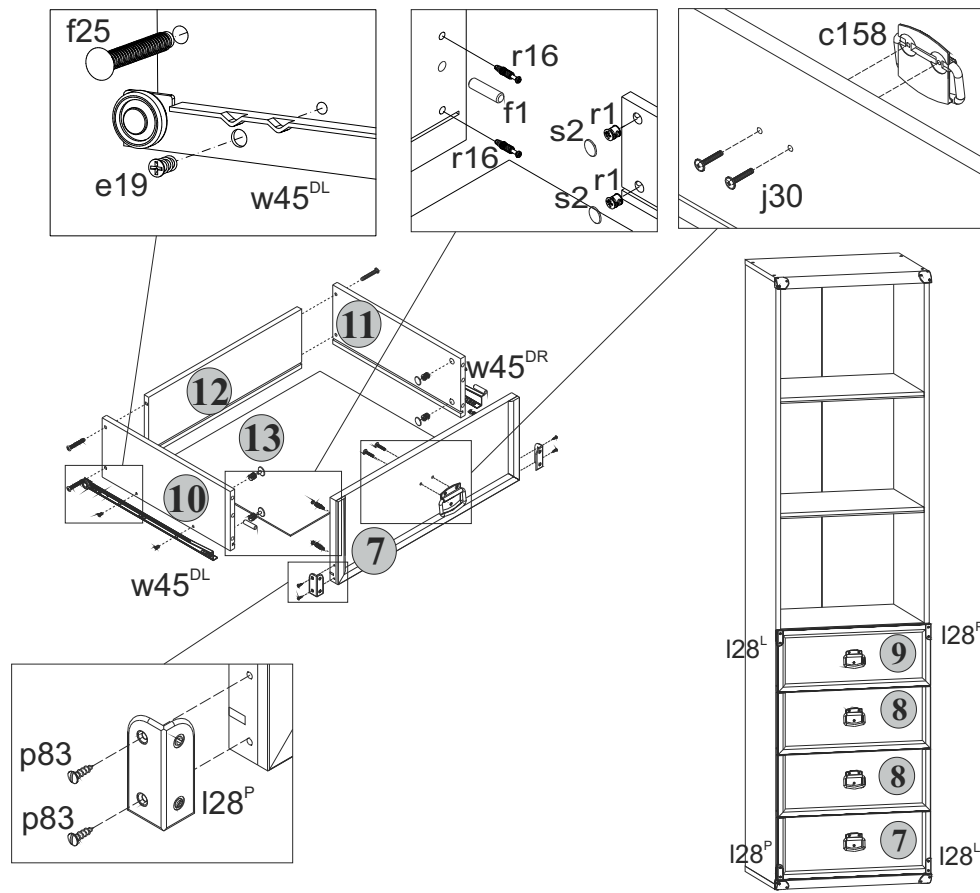

Рис. 3
5.13 В отверстия диаметром **8 мм** на передних кромках стенок боковых **10** и **11** корпусов выдвижных ящиков вбить деревянные шканты **f1** (**см.рис.3**).
5.14 В отверстия диаметром **15 мм** на внутренних поверхностях стенок боковых **10** и **11** корпусов выдвижных ящиков вставить стяжки эксцентриковые **r1** (**см.рис.3**).
5.15 В отверстия диаметром **5 мм** на внутренних поверхностях панелей передних **7, 8** и **9** ящиков выдвижных с помощью крестообразной отвертки вкрутить винты стяжки **r16** (**см.рис.3**).
5.17 Соединить панель переднюю **7** с корпусом ящика выдвижного и затянуть стяжки эксцентриковые **r1**, пользуясь специальным ключом **z1**. Закрывать стяжки эксцентриковые заглушками **s2** (**см.рис.3**).
5.19 Соединить панели передние **8** с корпусами ящиков выдвижных и затянуть стяжки эксцентриковые **r1**, пользуясь специальным ключом **z1**. Закрывать стяжки эксцентриковые заглушками **s2** (**см.рис.3**).
5.20 Соединить панель переднюю **9** с корпусом ящика выдвижного и затянуть стяжки эксцентриковые **r1**, пользуясь специальным ключом **z1**. Закрывать стяжки эксцентриковые заглушками **s2** (**см.рис.3**).